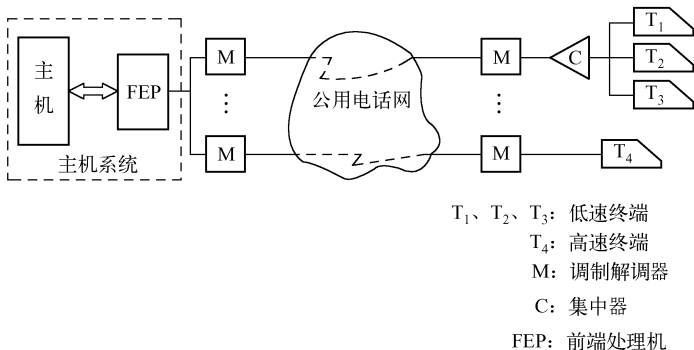

图 7-1 面向终端的计算机通信网
(1) 面向终端的计算机通信网, 如图 7-1 所示。用一台计算机专门进行数据处理, 用一个通信处理机或前端处理机 FEP (From End Processor) (早期为线路控制器) 通过调制解调器与远程终端相连, 通信处理机完成全部通信任务。由于可采用较便宜的小型计算机充当大型计算机的前端处理机, 因此这种面向终端的计算机通信网就获得了很大的发展。